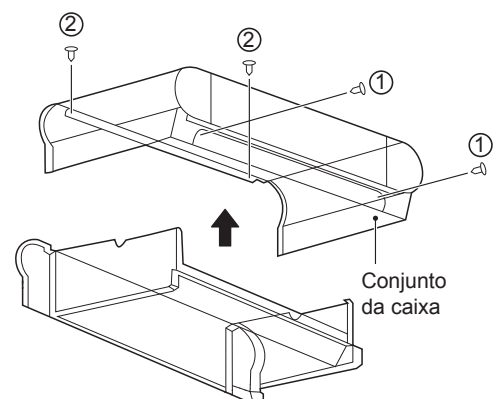

Figura 5-17 Remoção da caixa
Como mostrado na Figura 5-17, remova os parafusos ① \*2 e ② \*2 e, em seguida, a caixa.